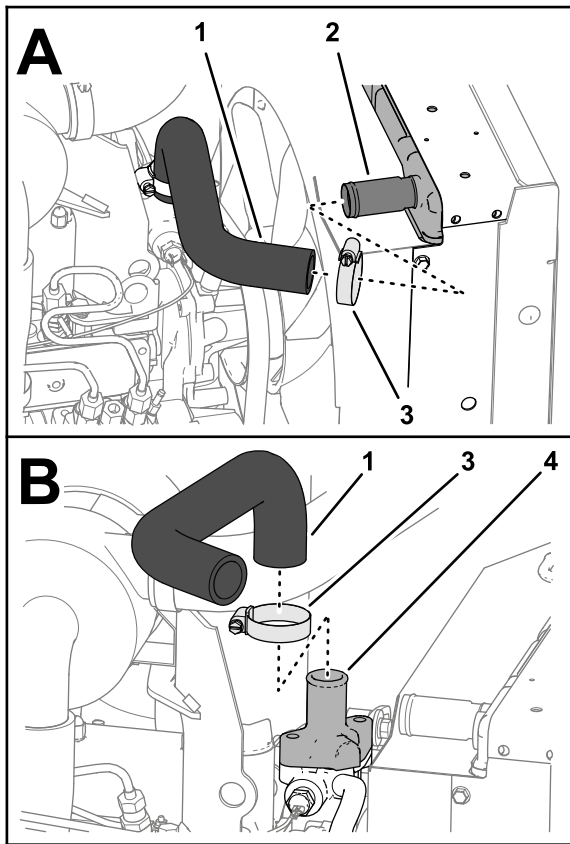

Bild 17
4. Entfernen Sie die Schlauchklemme, die den oberen Kühlerschlauch am Zulauf des Kühlers befestigt, und entfernen Sie den Schlauch vom Kühler (Bild 17).
- Entfernen Sie die Schlauchklemme, die den oberen Kühlerschlauch am Thermostatgehäuse des Motors befestigt, und entfernen Sie den Schlauch vom Motor (Bild 17).